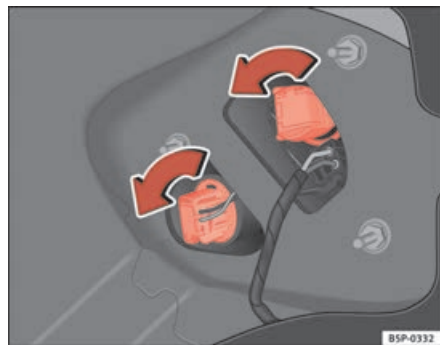

Fig. 195 Luci sulla carrozzeria
- Girare il portalampade in senso antiorario ⇒ fig. 195.